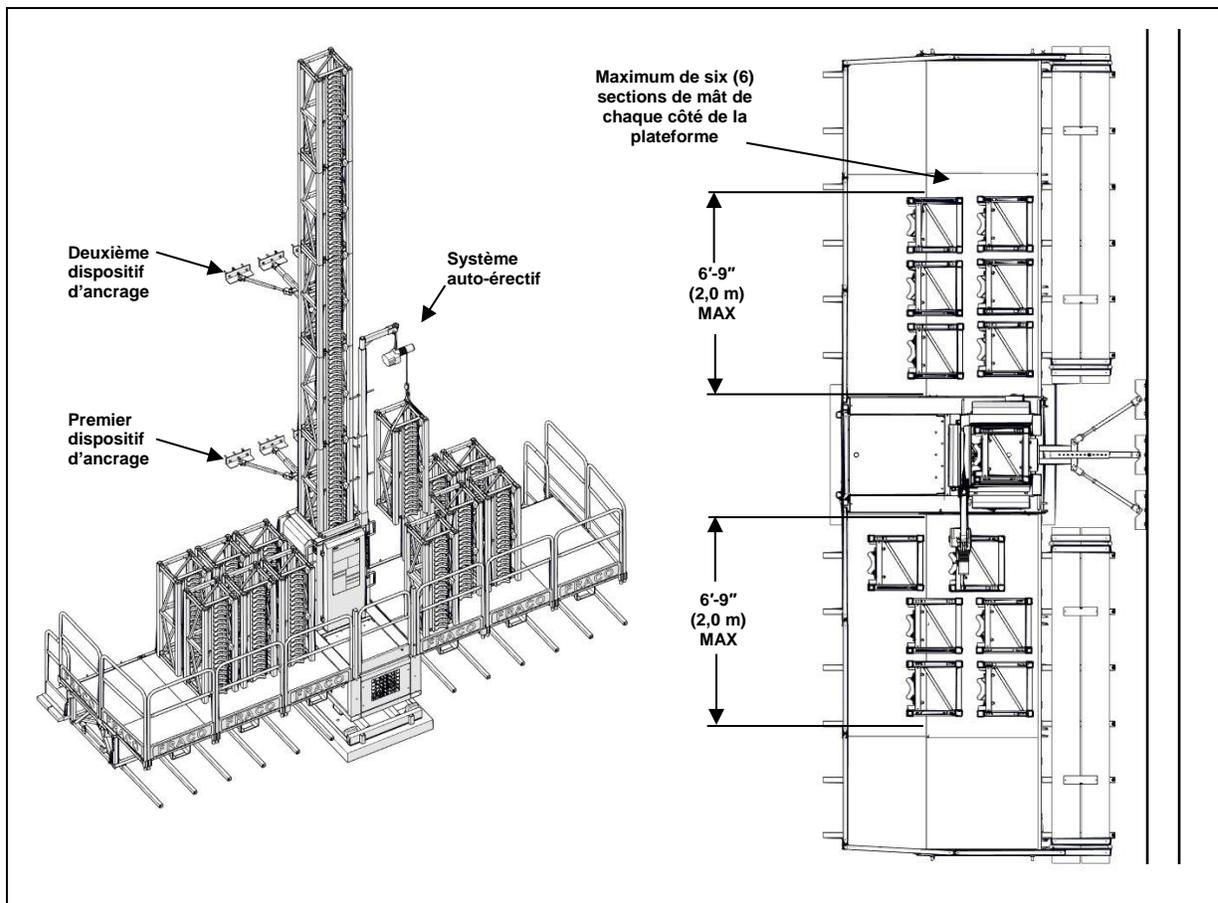

Figure 74 - Installation mâts et ancrages sur base au sol, auto-érectif (optionnel)
- Si vous utilisez un système auto-érectif (**optionnel – système auto-érectif**), passez à l'**étape 4**, (voir Figure 74).
- Installez ensuite le système auto-érectif et chargez jusqu'à six (6) sections de mât de chaque côté de la plateforme (douze [12] sections par plateforme). Attention, il est important de charger la plateforme également des deux côtés comme illustré à la Figure 74.
- Chargez jusqu'à six (6) sections de mât **MAXIMUM** de chaque côté de la plateforme. Attention, il est important de charger la plateforme également des deux côtés.
- Déboulonnez et retirez les sections de mât à l'aide du système auto-érectif en suivant les mêmes directives qu'à l'installation (voir Figure 74). Chargez équitablement de chaque côté de la plateforme jusqu'à six (6) sections de mât **MAXIMUM** à la fois (douze [12] sections par plateforme **MAXIMUM**).